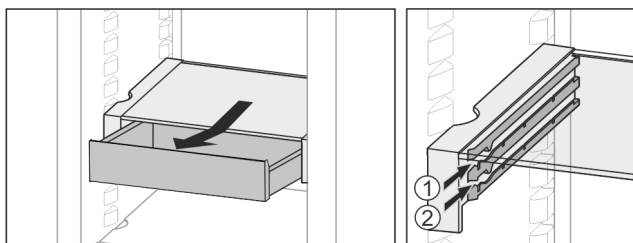

Fig. 32
- ▶ Вставити на будь-якій висоті Fig. 32 (1) або Fig. 32 (2).